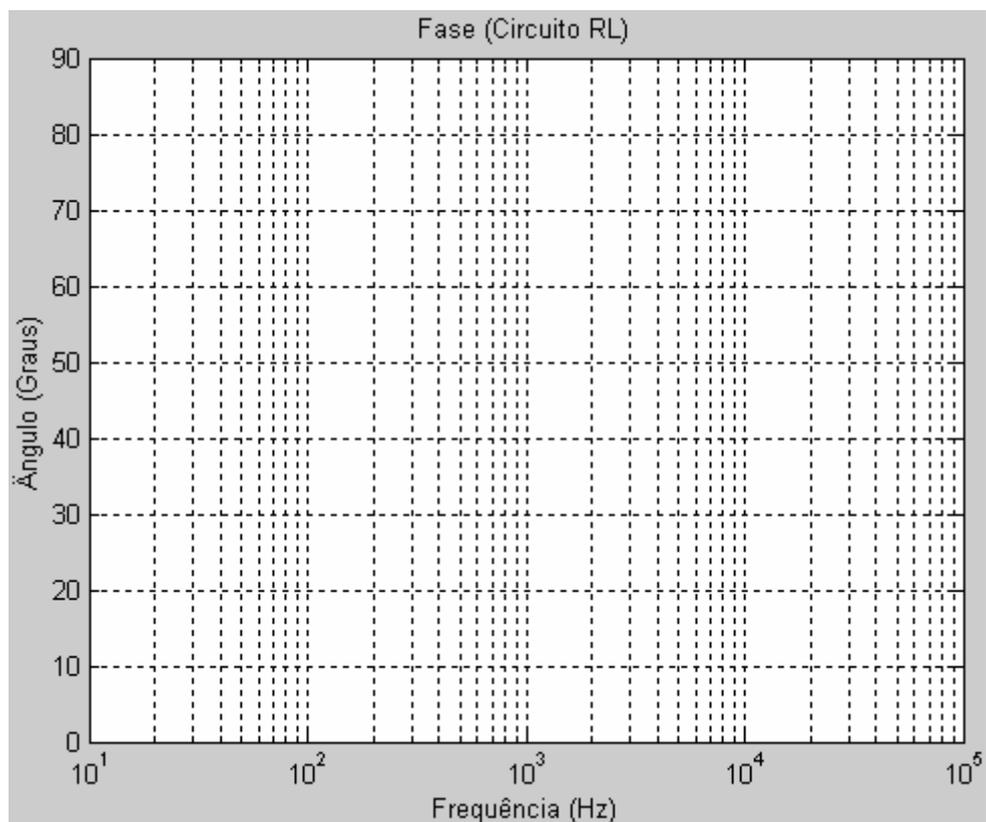

Figura 6 – Defasagem angular da saída em relação à entrada.
- Indicar na figura 6 a defasagem angular da saída em relação à entrada do circuito RL (figura 4a);